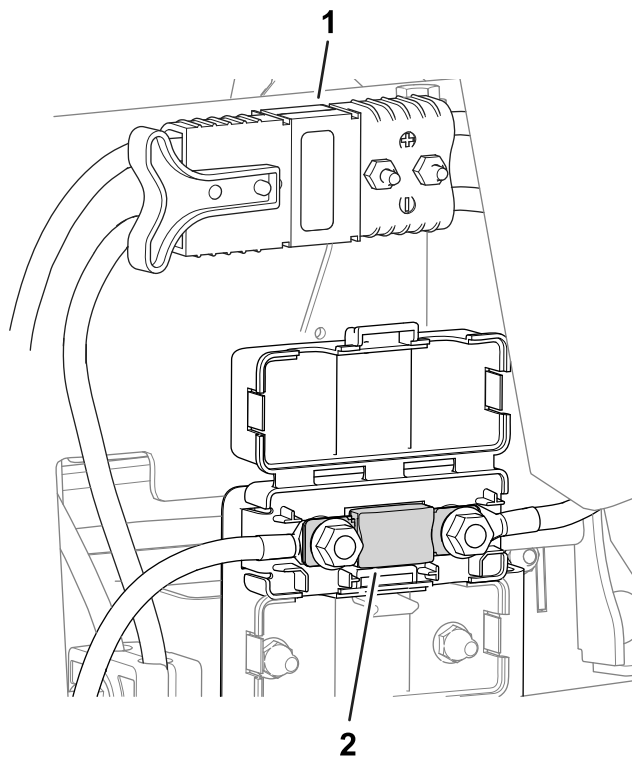

Figure 45
- Le fusible du système électrique est situé sous les connecteurs d'alimentation principale (Figure 45).